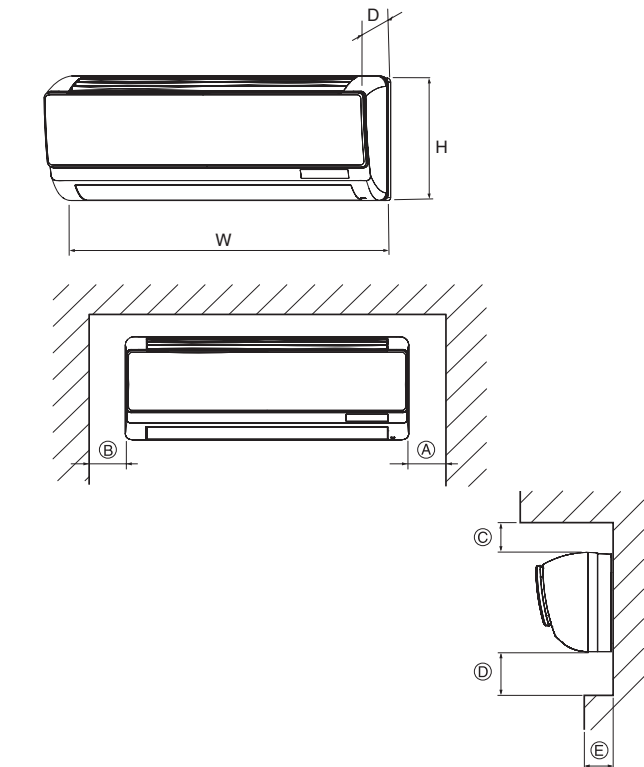

Fig. 2-1
①	Equerre de fixation murale	1	Fixer à l'arrière de l'appareil
②	Vis de fixation 4 × 35	8	Dans l'emballage
③	Matière isolante	1
④	Câble de la commande à distance MA	1
⑤	Câble	1
⑥	Courroie	1
⑦	Attache	1
2.1. Dimensions externes (Appareil intérieur) (Fig. 2-1)